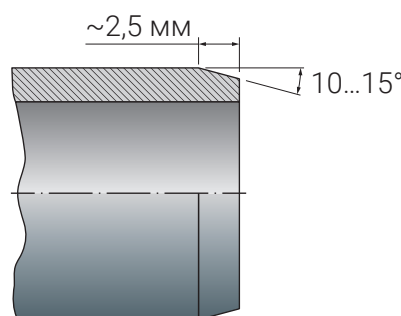

Рис. 5. Подготовка концов трубы перед нанесением клея
4. Удалите внутренние заусенцы или выступающие кромки с помощью инструмента для удаления заусенцев или ножа. Удалите внешние заусенцы или выступы с помощью напильника или специального инструмента для удаления заусенцев и снятия фаски. Этим же инструментом на конце трубы снимите фаску шириной 2,5 мм под углом 10...15° (см. Рис. 5). Заусенцы могут создать глубокие царапины на предварительно размягчённых поверхностях или привести к заеданию трубы при введении её в фитинг. Фаска облегчает введение трубы в фитинг.
3. Конец трубы должен быть обрезан строго под прямым углом. Необходимо снять фаску с конца трубы (см. Рис. 5).